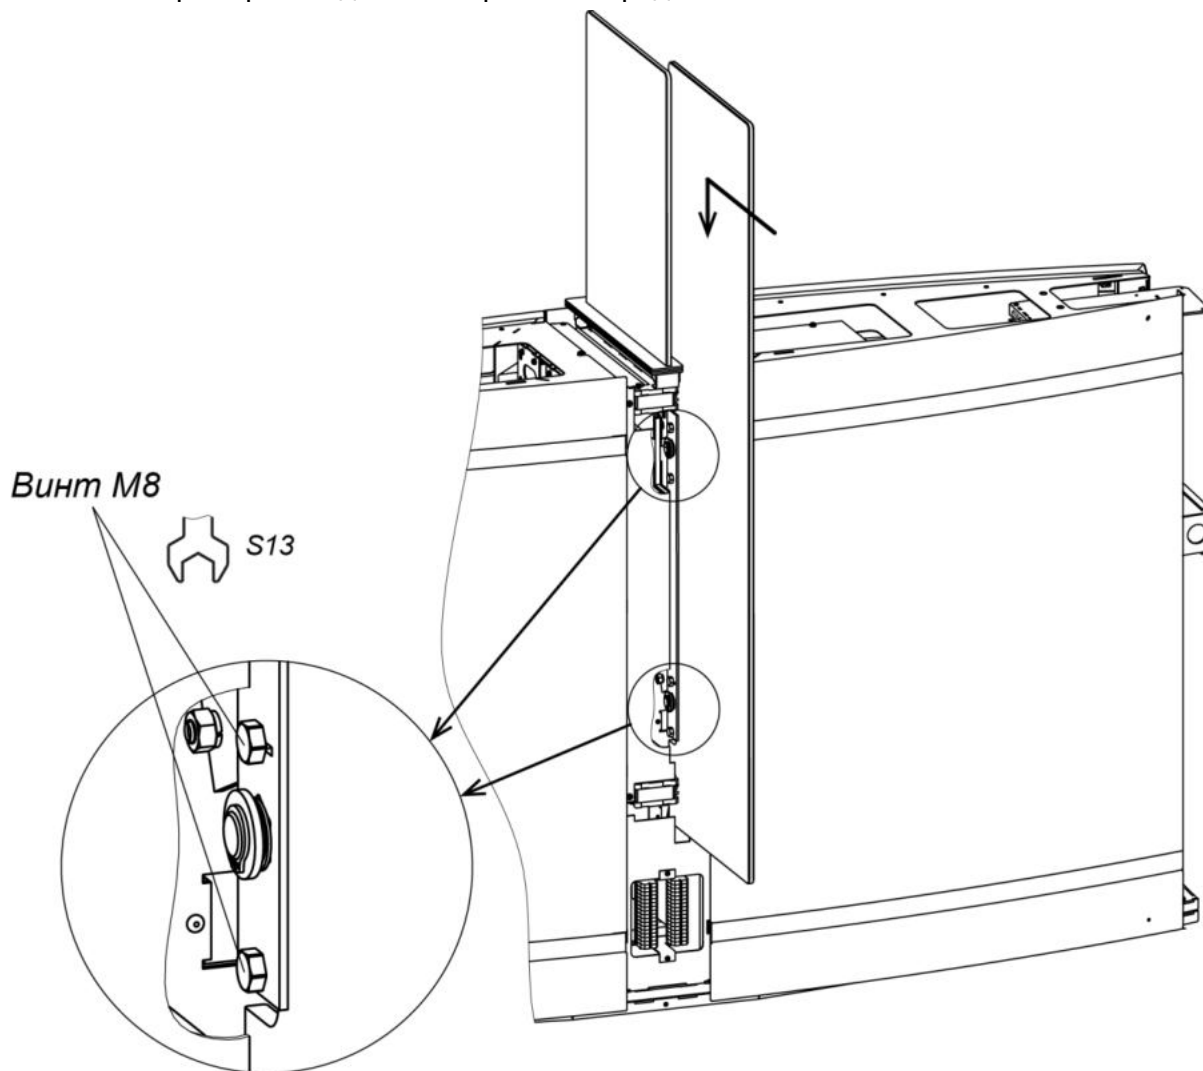

Рисунок 24. Монтаж створки
- Смонтируйте створки (1) (см. разд. 8.7.6, рис. 24).
2. Ключом рожковым S13 ослабьте четыре болта M8 двух креплений створки – сверху и снизу (см. рис. 24).